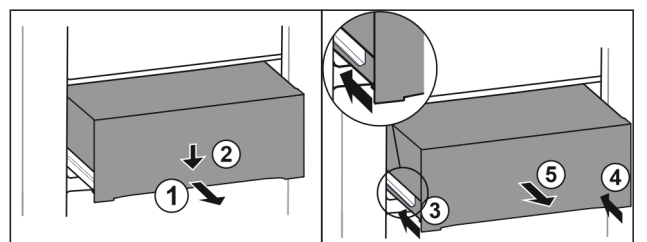

Fig. 120
- ▶ Lade er half uittrekken. Fig. 120 (1)
- ▶ Schuiflade aan de voorzijde omlaag drukken. Fig. 120 (2)
- ▶ Linker rail ca. 2 cm inschuiven. Fig. 120 (3)
- ▶ Rechter rail ca. 2 cm inschuiven. Fig. 120 (4)
- ▶ Lade naar voren toe verwijderen. Fig. 120 (5)